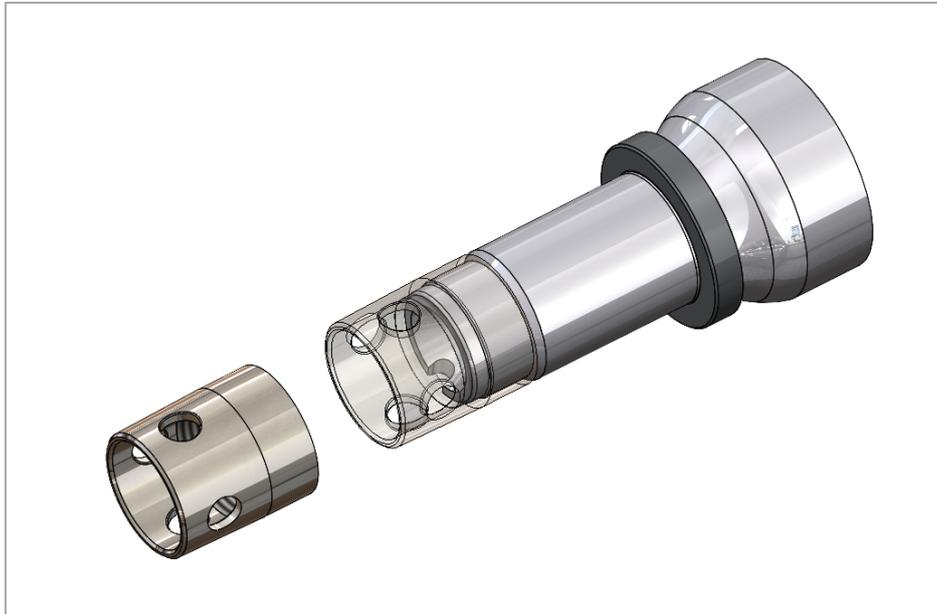

Рис. 5. Установка муфты защиты на резьбу цапфы
1) Установите муфту защиты на резьбу цапфы (рис. 5)